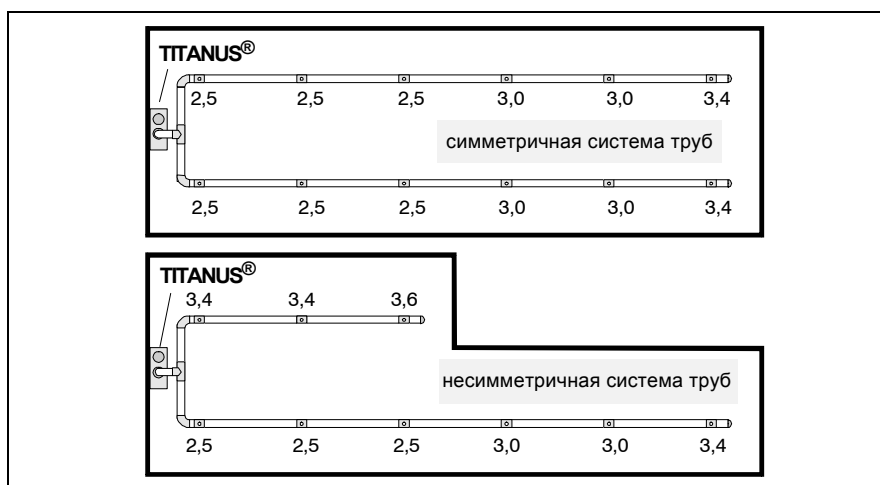

Рис. 4.1: Пример для симметричной и несимметричной U-образной системы труб
При проектировании системы трубопроводов необходимо позаботиться о том, чтобы в любом произвольно взятом месте контролируемой зоны было гарантировано надежное обнаружение дыма. На рис. 4.1 в качестве примера показана U-образная система труб с тремя и шестью воздухозаборными отверстиями на каждое ответвление с рассчитанными согласно Главы 4.6.2 "Стандартное проектирование" диаметрами.
**Асимметричная** Если система труб из-за специфической геометрии защищаемого пространства должна быть несимметричной (см. также рис. 4.1), то в этом случае необходимо руководствоваться следующими правилами: